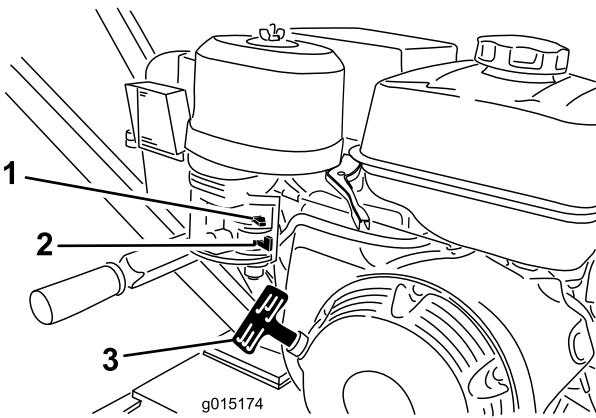

Figure 11
1. Tournez le robinet d'arrivée de carburant complètement à droite en position OUVERTE (Figure 11).
4. Tirez légèrement sur la poignée du lanceur jusqu'à ce que vous sentiez une résistance, puis tirez vigoureusement. Relâchez lentement la poignée du lanceur (Figure 11).